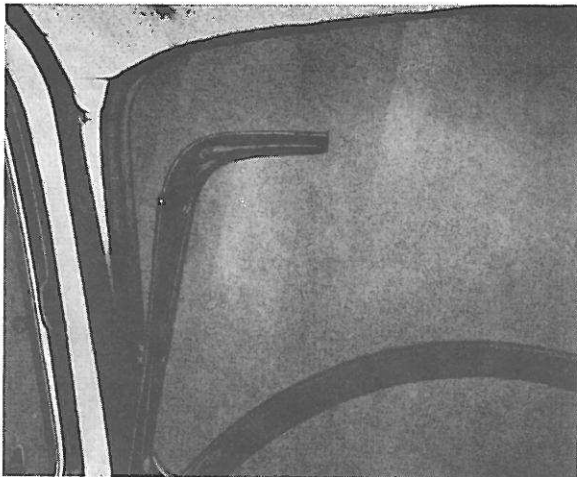

Figure 67. Enlèvement des enjoliveurs intérieurs
1. Démontez le plafonnier, les pare-soleil, le rétroviseur intérieur et la partie supérieure de l'enjoliveur du pare-brise. Démontez les enjoliveurs latéraux comme le montre la figure 67.